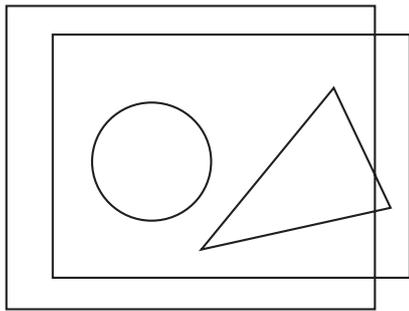
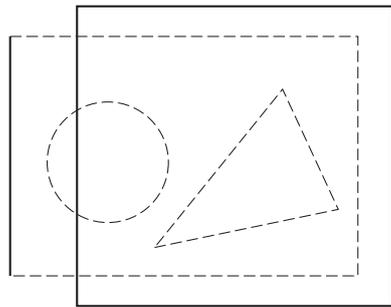

图 2-15 窗口 (W) 方式选择对象
图 2-16 交叉窗口 (C) 方式选择对象
2. 窗口 (W) 方式
窗口 (W) 方式选择对象，如图 2-15 所示。
3. 交叉窗口 (C) 方式
交叉窗口 (C) 方式选择对象，如图 2-16 所示。